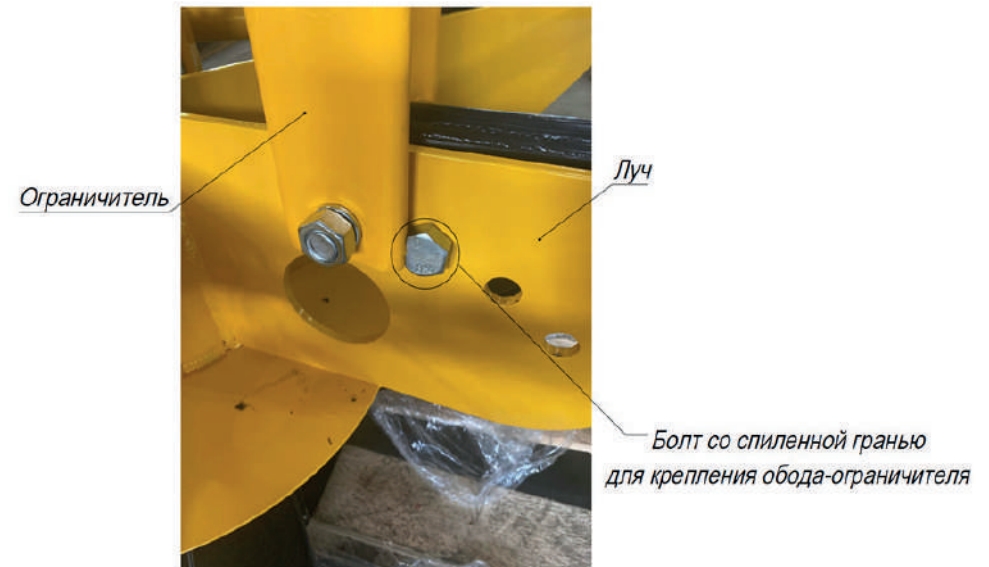

Рис. 11. Расположение ограничителя слева от отверстия для крепления обода-ограничителя
1. При установке ограничителя в отверстие, находящееся слева от отверстия для крепления обода-ограничителя, разверните болт спиленной гранью к ограничителю (налево) (см. рис. 11);